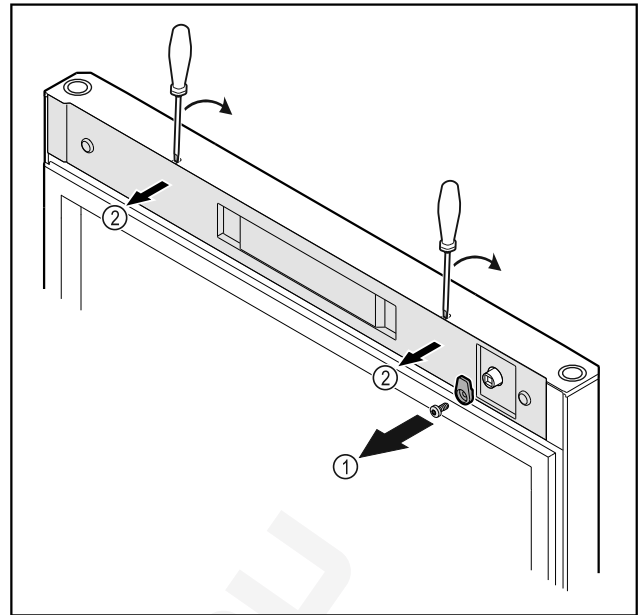

Fig. 6
- ▶ Csavarja le a reteszelő kampót Fig. 6 (1).
- ▶ Pattintsa ki a burkolatot Fig. 6 (1) egy csavarhúzó segítségével, és vegye le.